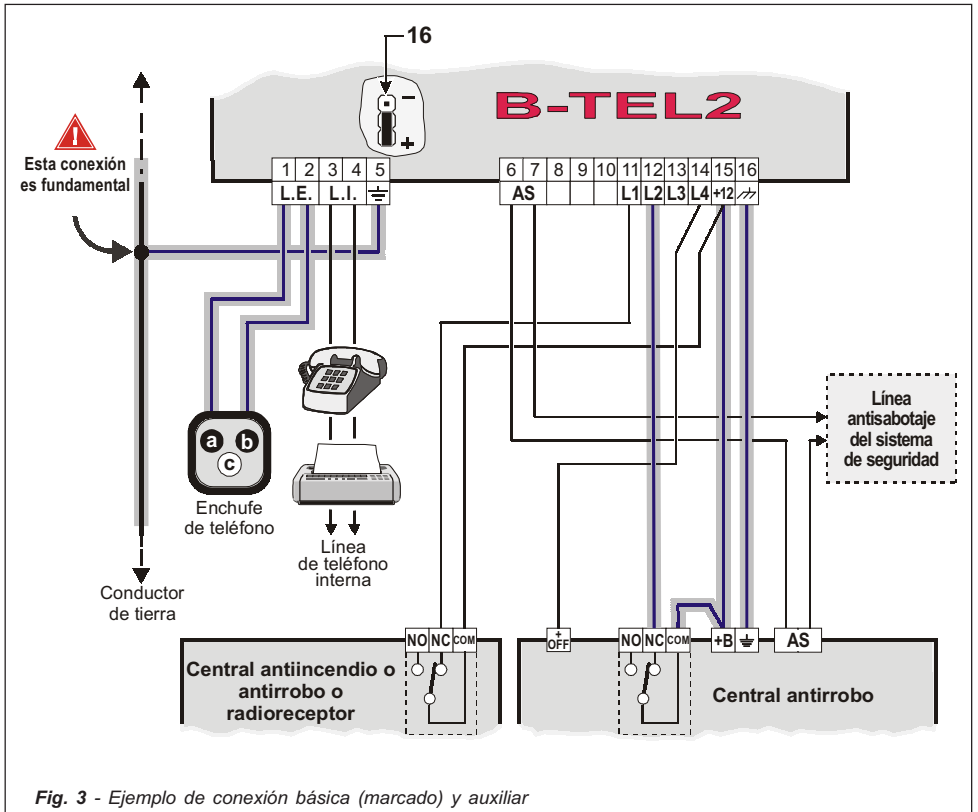

Fig. 3 - Ejemplo de conexión básica (marcado) y auxiliar
Las conexiones básicas son aquellas indispensables para el funcionamiento del avisador y se muestran con las líneas marcadas en la Fig. 3. En este ejemplo de conexión, la línea de alarma L1 está conectada al contacto normalmente cerrado (NC) de la central antirrobo y recibe, en condiciones normales, el positivo de alimentación.
Las conexiones auxiliares no son indispensables para el funcionamiento del avisador, pero permiten aprovechar al máximo la versatilidad de este dispositivo. Todas estas conexiones se encuentran en la Fig. 3 y se describen en los párrafos siguientes.
**Antisabotaje** - La conexión de los bornes antisabotaje permiten detectar posibles intentos de forzamiento del contenedor del avisador. En el Fig. 3 estos bornes están conectados en serie a la línea de antisabotaje del sistema de seguridad.